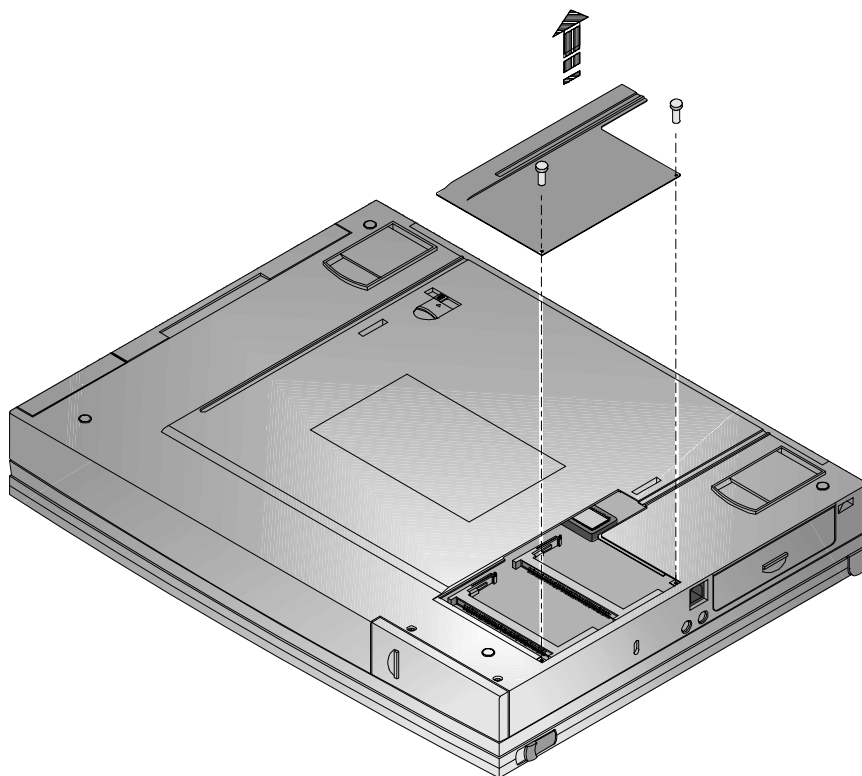

Figura 6-1: Rimozione dello sportellino della memoria
2. Lo sportellino della memoria si trova sotto il notebook ed è bloccato da due viti Phillips. Togliere le viti e lo sportellino per accedere agli slot DIMM (figura 6-1).